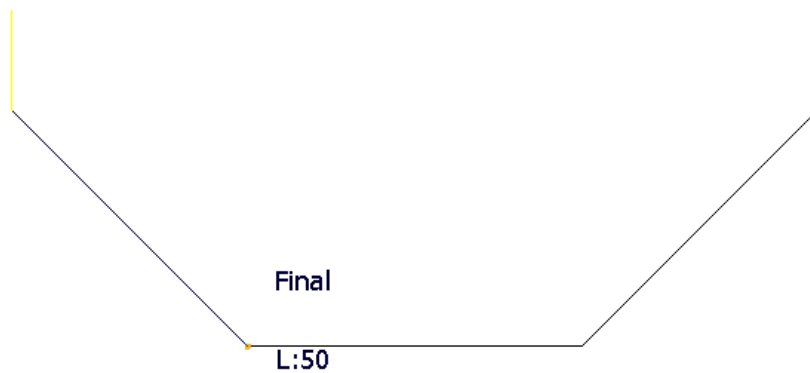

Figura 2.15 Cerrar el octágono.
- Mover el cursor al final de la primera línea, hasta que aparezca la palabra Final y hacer clic con el botón izquierdo del ratón para seleccionar la posición (Figura 2.15).